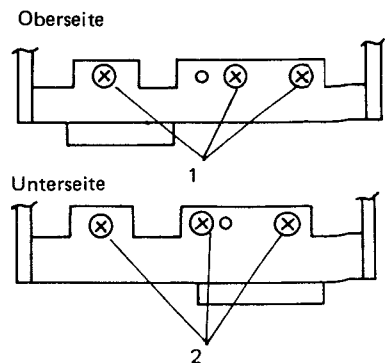

Abb. 3
- E. Die drei Schrauben von der Oberseite (1) und von der Unterseite (2) der Frontplatte gemäß Abb. 3 entfernen.